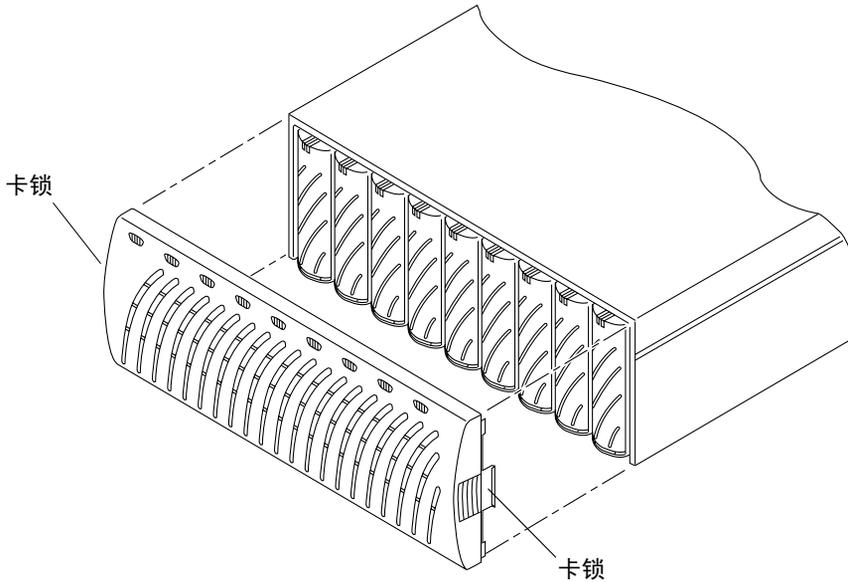

图 14-1 拆卸前面板
2. 按下位于侧面的卡锁（如图 14-1 所示）并将前面板向前拉，以拆卸前面板。